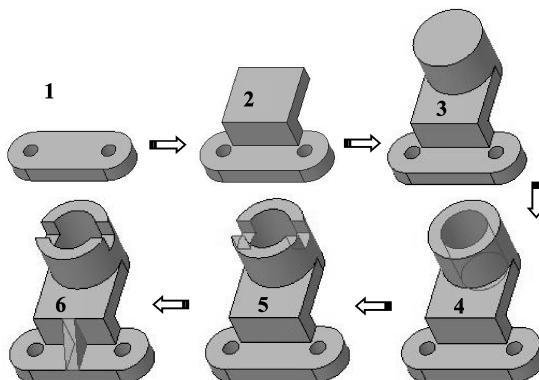

图 3-90 叠加法建模流程
- 就此零件，我们可以给出一个清晰的建模流程，如图 3-90 所示。